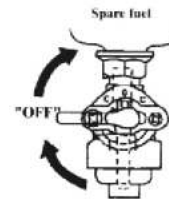

Рис. 13
3. Поверните рычаг топливного крана в положение «OFF» (Рис. 13).